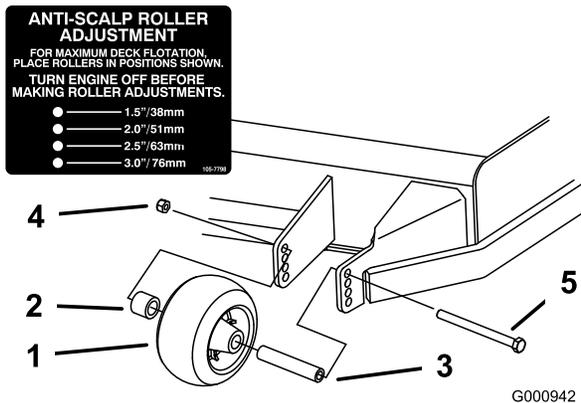
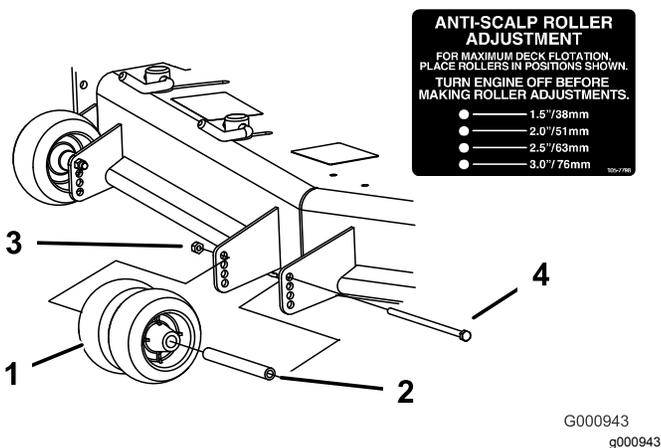
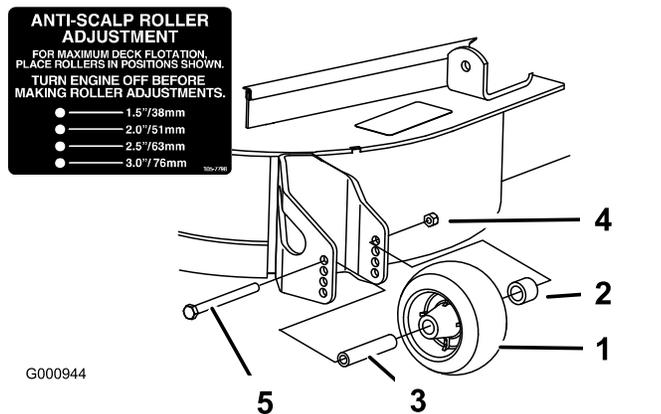

Figure 24
Figure 25
Figure 26
- Réglez les galets anti-scalp comme montré à la Figure 24, la Figure 25 et la Figure 26.